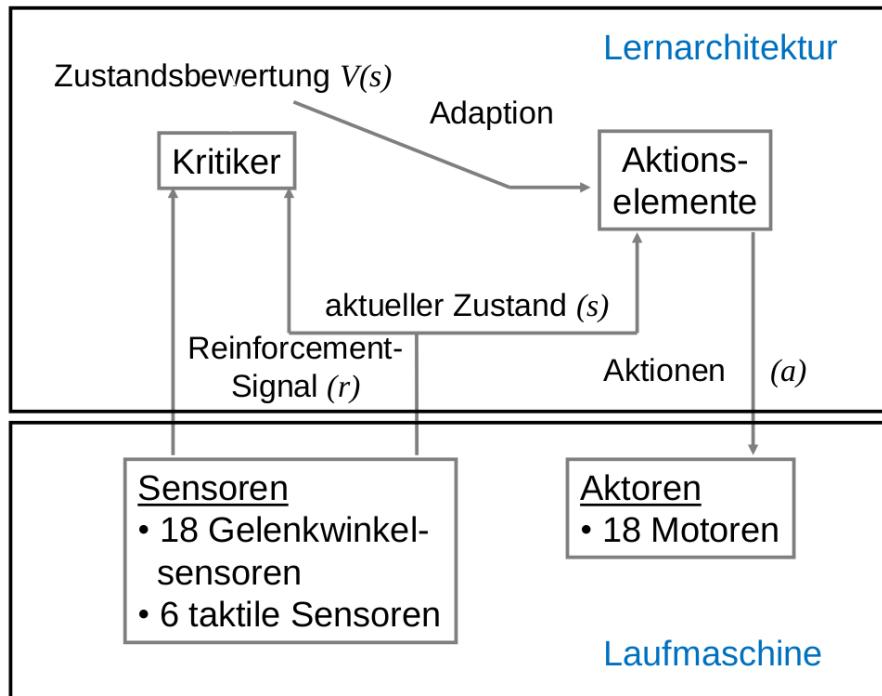

Abbildung 100
**Lernarchitektur** (siehe Abbildung 100):